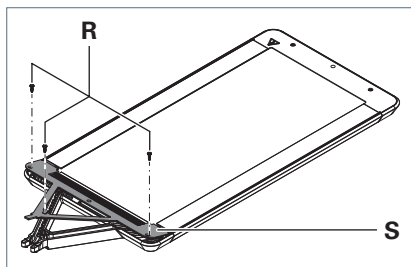

Fig. 5: Tête du luminaire- retirer le recouvrement.
1. Dévissez les vis **R** du recouvrement **S**, voir Fig. 5.